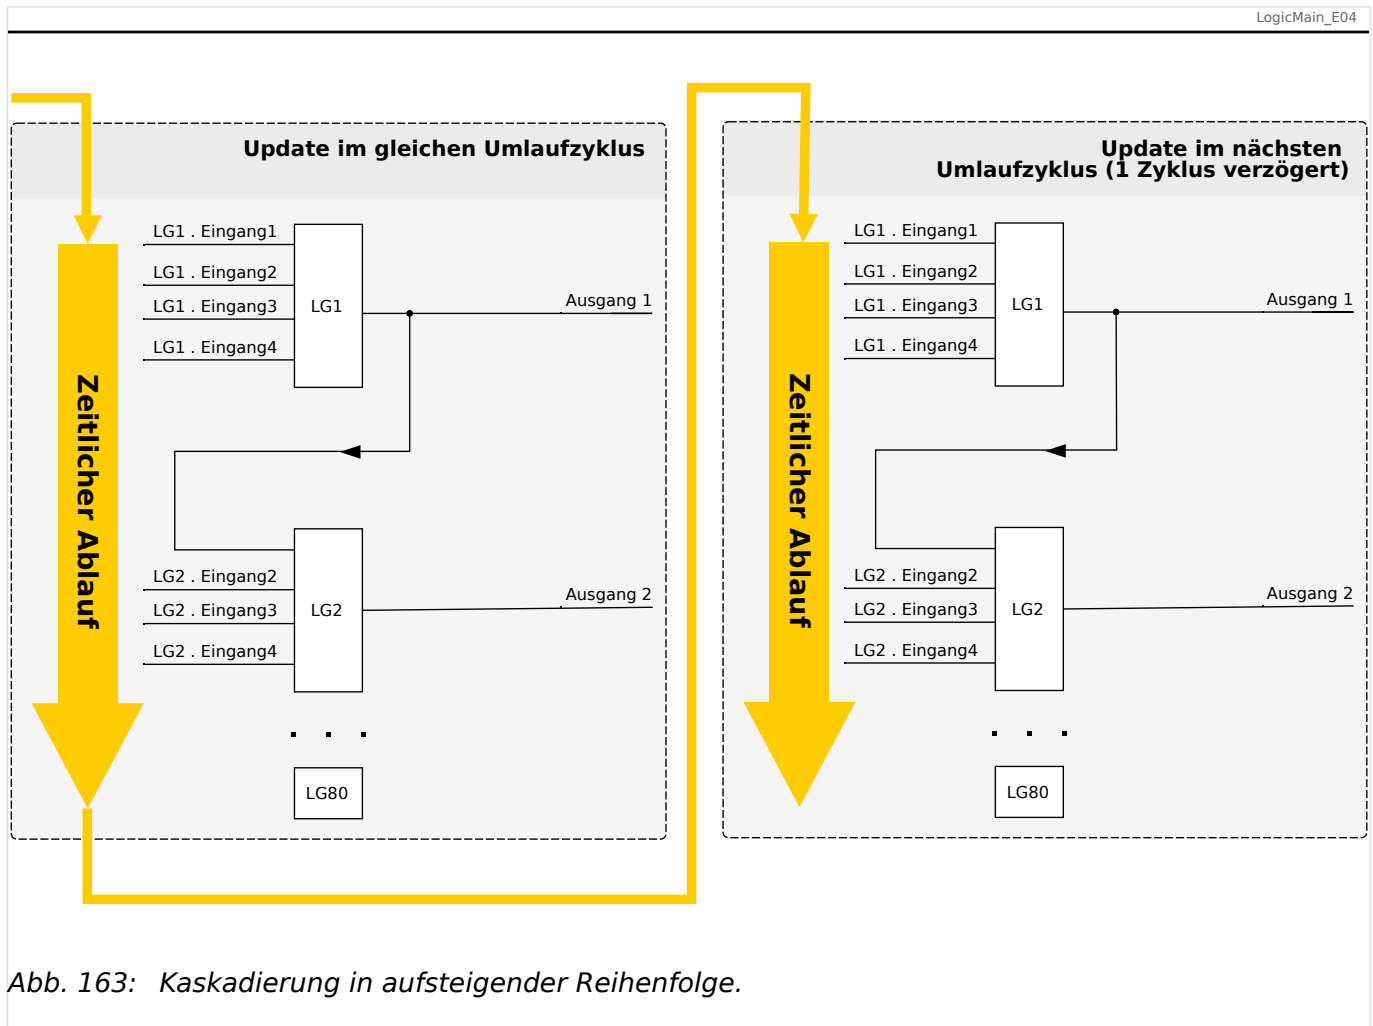
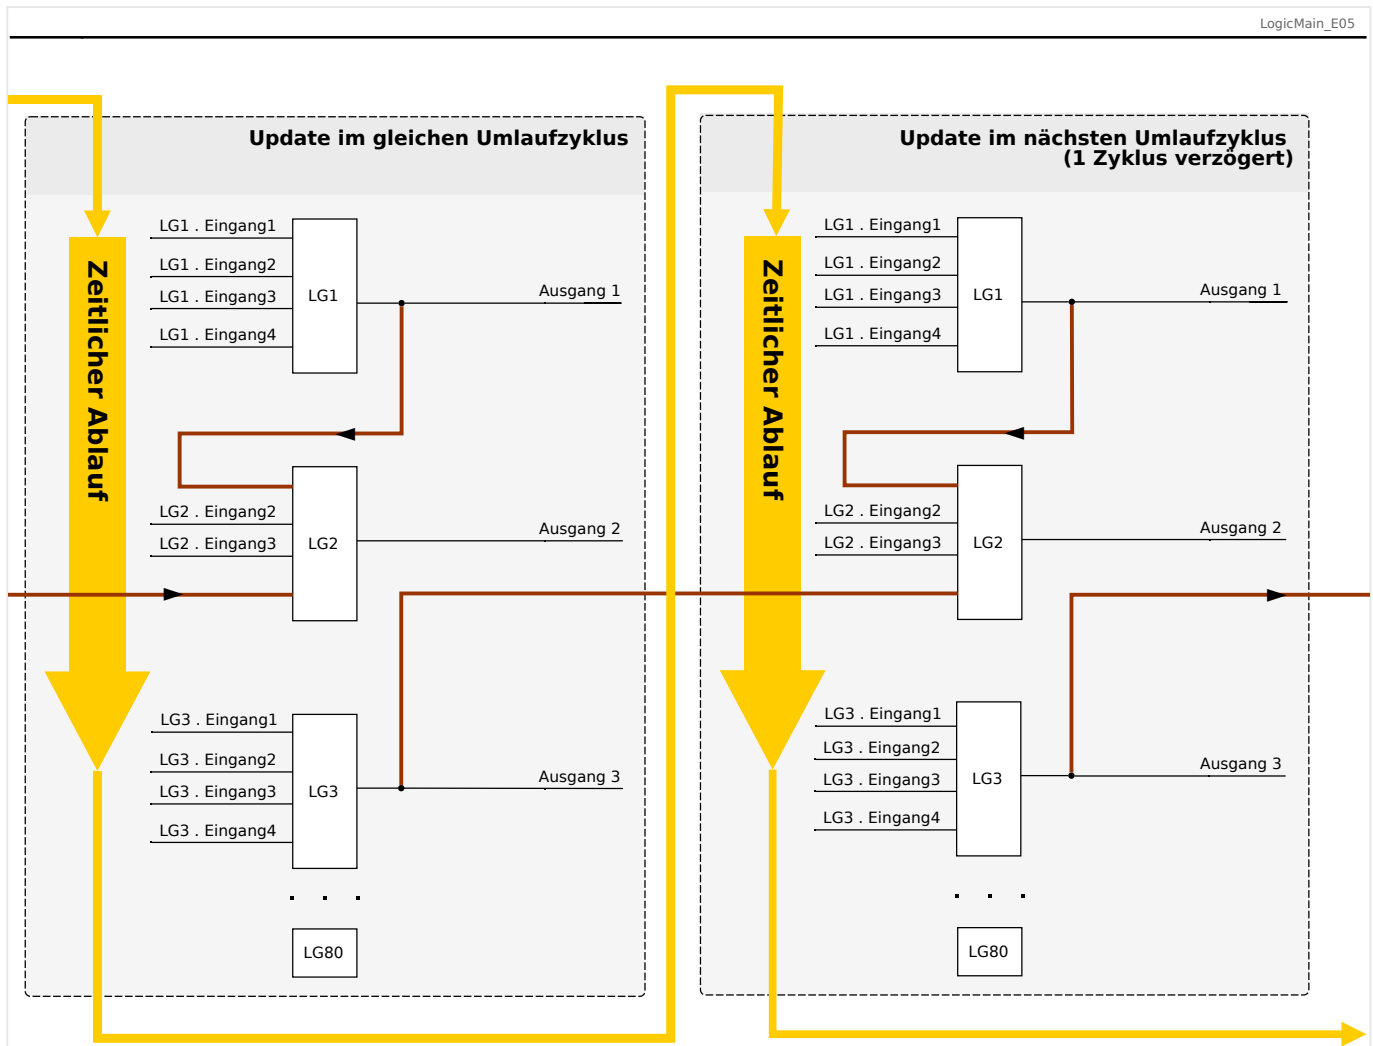

Abb. 163: Kaskadierung in aufsteigender Reihenfolge.
Abb. 164: Kaskadierung in absteigender Reihenfolge.
- Kaskadierung in **aufsteigender** Reihenfolge bedeutet, dass der Ausgang einer Logikgleichung auf den Eingang einer Logikgleichung mit **höherer** Nummer rangiert wird. Das Diagramm  Abb. 163 weiter unten zeigt ein Beispiel, bei dem der Ausgang von LG1 auf einen Eingang von LG2 rangiert wird.
- Kaskadierung in **absteigender** Reihenfolge bedeutet, dass der Ausgang einer Logikgleichung auf den Eingang einer Logikgleichung mit **niedrigerer** Nummer rangiert wird. Das Diagramm  Abb. 164 zeigt ein Beispiel, bei dem der Ausgang von LG3 auf einen Eingang von LG2 rangiert wird.
Bei der Konfiguration des Schutzgerätes bestehen keinerlei Einschränkungen oder Unterschiede zwischen aufsteigender und absteigender Reihenfolge. Da allerdings während der Laufzeit des MCDTV4 die Logikgleichungen in aufsteigender Reihenfolge ausgewertet werden, haben die resultierenden Ausgangswerte, die am Eingang der Logikgleichung anstehen, ein unterschiedliches „Alter“, wie in  Abb. 163 und  Abb. 164 veranschaulicht wird.
Das in Abb. 164 gezeigte Beispiel zeigt eine Konfiguration von „Logikgleichung 2“, die den Ausgang von zwei weiteren Logikgleichungen, „Logikgleichung 1“ und „Logikgleichung 3“, als Eingangszustände verwendet. Hierbei ist der Ausgang von „Logikgleichung 1“ in aufsteigender Reihenfolge verwendet, sodass der Wert in jeweils demselben Prozesszyklus ermittelt wird. Der Ausgang von „Logikgleichung 3“ wird in absteigender Reihenfolge verwendet, sodass der Wert in dem jeweils vorherigen Prozesszyklus ermittelt wurde.